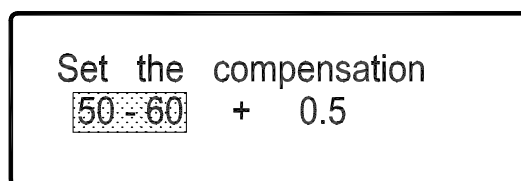

图 2
试样最小厚度与材料硬度及所用标尺存在附图 2、附图 3 关系图。
附图 2 用金刚石圆锥压头试验 (HRA、HRC、HRD)
然后按“ENTER”确认，此时出现图2画面。
6. 按“ ”、“ ”选择要修正硬度范围段,如在图2中按“ ”直到“50-60”变为“60-70”,然后按“ENTER”确认。此时光标移到“+”上。